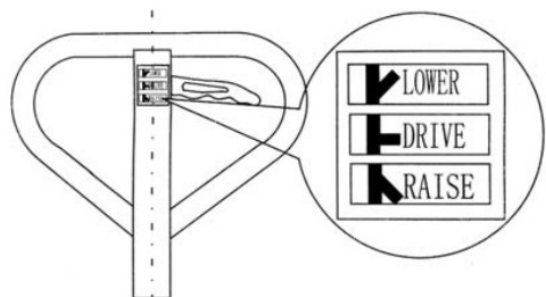

Рисунок 4
На буксирной ручке тележки для поддонов находится ручка управления (117), которая может регулироваться в трех положениях (см. рис. 4):